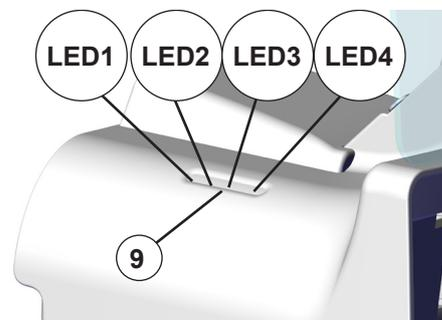

Fig. 2
- ⇒ Deslizar o painel (10) diretamente para as ranhuras no lado da abertura de aspiração a partir de cima.
**O painel pode ser dobrado para baixo para guardar o equipamento numa gaveta, por exemplo. Para o fazer, puxar o painel um pouco para cima e dobrá-lo para trás, ver Fig. 2 (na capa).**